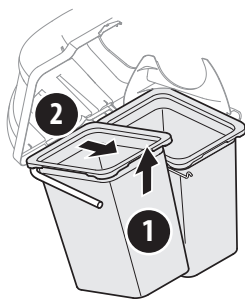

Figura 40
4. Retire las bolsas de césped, levantándolas (1) y separándolas del conjunto de soporte de las bolsas (2). Consulte la Figura 40.